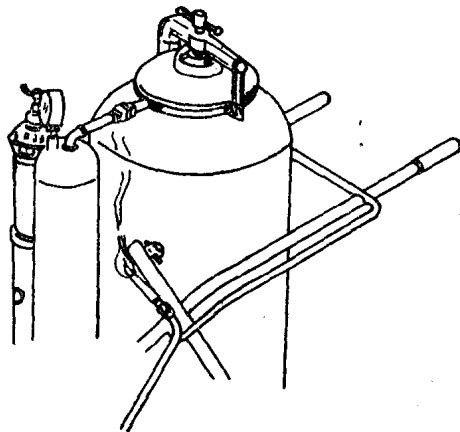

图 1-8
6) 板动移位调节杆时，切不可如图1-8所示，拿着引燃的焊、割炬靠近乙炔发生器。